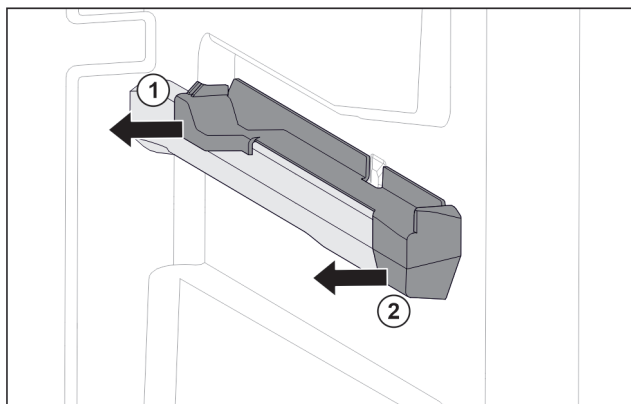

Fig. 77 Påsettsingsdel på høyre beholderribbe
- Trekk av påsettsingsdel bak til siden. Fig. 77 (1)
- Trekk av påsettsingsdel foran til siden. Fig. 77 (2)